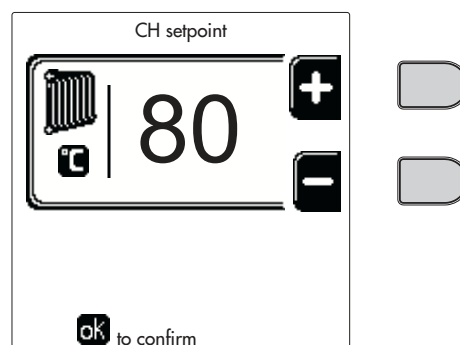
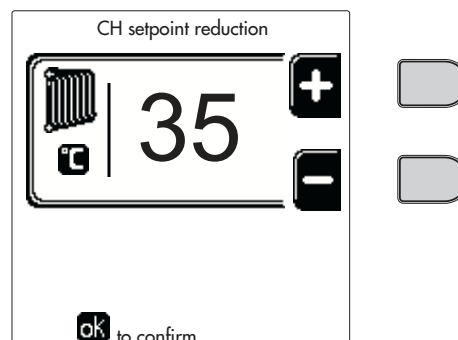
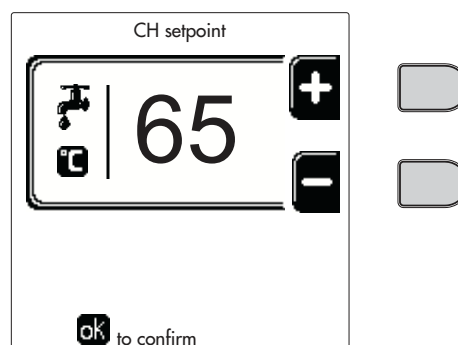
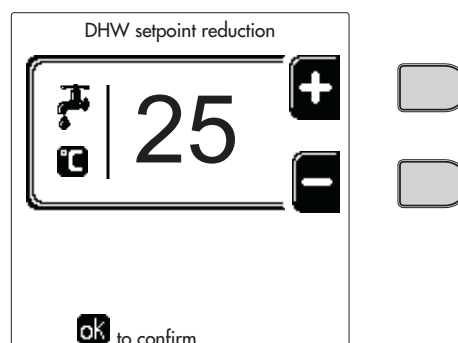

fig. 13
fig. 14
fig. 15
fig. 16
- **ON**. În caz de cerere Încălzire/Apă caldă menajeră, centrala funcționează la Temperatura de reglare Încălzire/Apă caldă menajeră (fig. 13/fig. 15) setată.
- **RE**. În caz de cerere Încălzire/Apă caldă menajeră, centrala funcționează la Temperatura de reglare redusă. Temperatura Redusă se obține scăzând valoarea Temperaturii de reglare reducere (fig. 14/fig. 16) din Temperatura de reglare Încălzire/Apă caldă menajeră (fig. 13/fig. 15) setată.